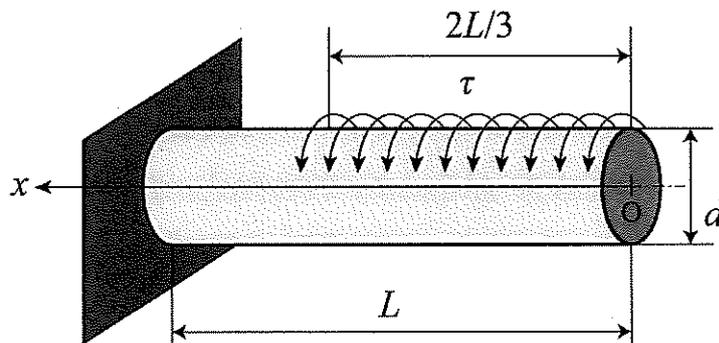
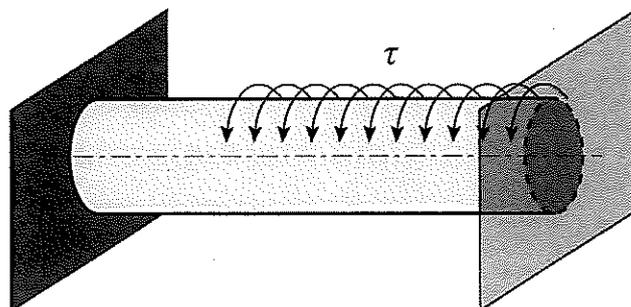

図1
図2
- (2) 丸軸の右端を原点 $0$ とし、左端に向かう方向を正とした $x$ 座標を考える。位置 $x$  ( $0 \leq x \leq 2L/3$ )の断面におけるねじりモーメント $T_1$ を求めなさい。
- (3) 位置 $x$ に微小長さ $dx$ を考える。 $dx$ の両端に $T_1$ が作用すると考えた場合、 $dx$ に生じるねじれ角 $d\phi$ を求めなさい。
- (4) 右端から位置 $x$  ( $2L/3 < x \leq L$ )の断面におけるねじりモーメント $T_2$ を求めなさい。
- (5) この丸軸の右端に生じるねじれ角 $\phi$ を求めなさい。
- (6) 図2に示すように、同じ丸軸の右端も剛体壁に固定し、図1と同じ等分布ねじりモーメントを与えた。このとき、丸軸の左端および右端が剛体壁から受ける反モーメントの大きさ $T_L$ および $T_R$ をそれぞれ求めなさい。